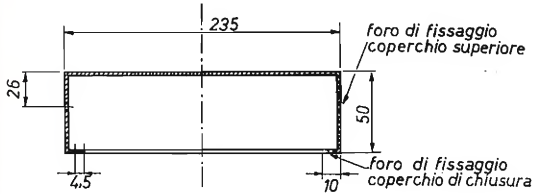

figura 3
1) Il telaio in ferro verniciato (spessore 1 mm) avente un piano superiore di 250 x 235 mm (profondità per larghezza) e quattro fiancate di 50 mm piegate ad angolo retto e saldate l'una all'altra in modo da formare un tutto unico col piano superiore. Ciascuna delle quattro fiancate ha un bordino di 10 mm ulteriormente piegato come indicato in figura 3 e avente i fori di fissaggio del pannello di chiusura.